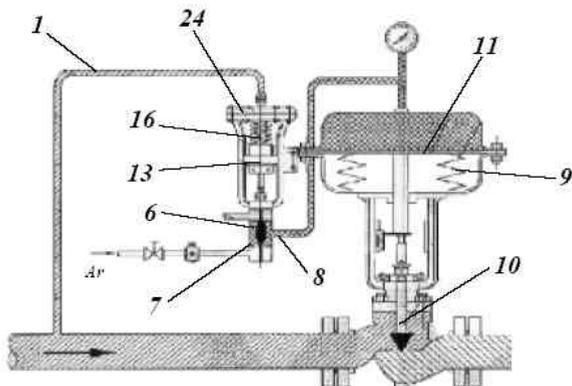

Figura 2
Quando a pressão a controlar é à montante da válvula principal, e a mesma operando como alívio, o funcionamento é o mesmo descrito anteriormente, a única diferença é que o tubo de equilíbrio (1) deverá ser conectado antes da válvula principal que está na posição normal aberta, conforme indicado pelo esquema ilustrativo da figura 2.